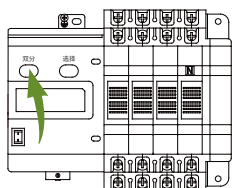

图1
- ① 确保产品在双分位置；若不是，如图1指示，请按双分按钮，使产品处于双分位置；